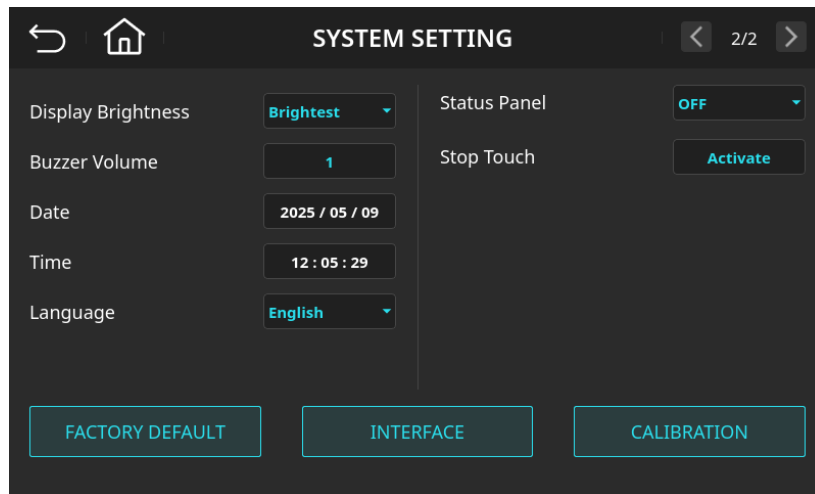

图 6-16 系统功能设定页面(Buzzer Volume=1)
3. 输入 **1** 后按下 **Enter** 键，数值变更成“1”，如图 6-16 所示。